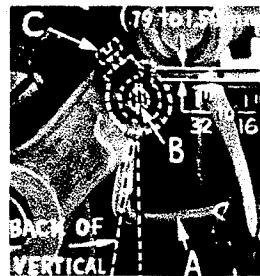

Fig. 8A
Führe den Blindgreifer (A, Fig. 8A) in seinen Halter ein. Durch die Schraube (B) wird der Blindgreifer im Halter befestigt. Dabei kann der Blindgreifer in Richtung seines Schaftes verstellt oder um seinen Schaft gedreht werden. Schiebe den Blindgreiferhalter in seine Achse. Die Schraube (C, Fig. 8A) dient nicht nur zur Befestigung des Blindgreiferhalters sondern auch zur Einstellung des Halters seitlich und axial.
**Vorläufige Einstellung:** Wenn der Blindgreifer sich in seiner rechten Endstellung befindet, muß der Blindgreiferhalter so eingestellt werden, daß der Schaft des Blindgreifers nicht senkrecht, sondern etwas nach hinten verdreht steht (Fig. 8A). Stelle den Blindgreifer in seinem Halter so ein, daß das Schaftende, bei Maschinen Klasse 39500 RM und SV  $1/32''$  bis  $1/16'' = 0,8$  mm bis  $1,6$  mm aus dem Halter heraussteht. Der Abstand für Maschinen Klasse 39500 RR ist  $1/16''$  bis  $3/32'' = 1,6$  mm bis  $2,4$  mm und der Halter für den Blindgreifer sollte so eingestellt werden, daß der Schaft des Blindgreifers fast senkrecht steht.
Insert upper spreader (A, Fig. 8A) in its holder. Screw (B) holds upper spreader in its holder, and permits it to be pushed in or out, or turned around its shank. Insert spreader holder into spreader shaft, if it is not already in place. Screw (C, Fig. 8A) on clamp collar holds spreader holder in the shaft, and allows holder to be rotated or adjusted laterally.
**Preliminary Setting:** When upper spreader is at the right end of its stroke, spreader holder should be set to position spreader shank slightly back of vertical (Fig. 8A). Top end of spreader shank should extend  $1/32''$  to  $1/16'' = 0,8$  mm to  $1,6$  mm above the spreader holder for Style 39500 RM and SV. The same is true of Style 39500 RR except the spreader holder should be set to position spreader shank approximately vertical. Top end of spreader shank should extend  $1/16''$  to  $3/32'' = 1,6$  mm to  $2,4$  mm above the spreader holder for Style 39500 RR.